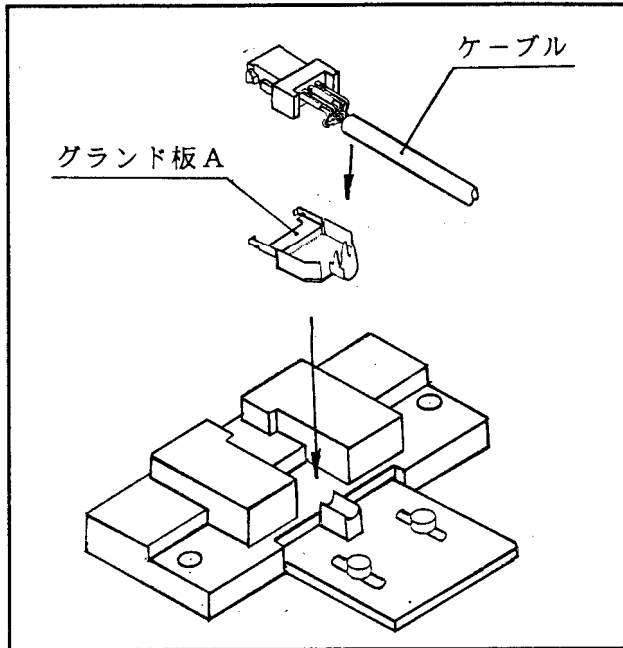

図 4
- ① 予め、『2-1ハーネス工程について』の工程No. 1～3を行って下さい。
- ② 図4の様にグラウンド板Aと半田付けを終了したケーブルをセットして下さい。
- ③ プレスのハンドルを下げ、ケーブルを加締めて下さい。